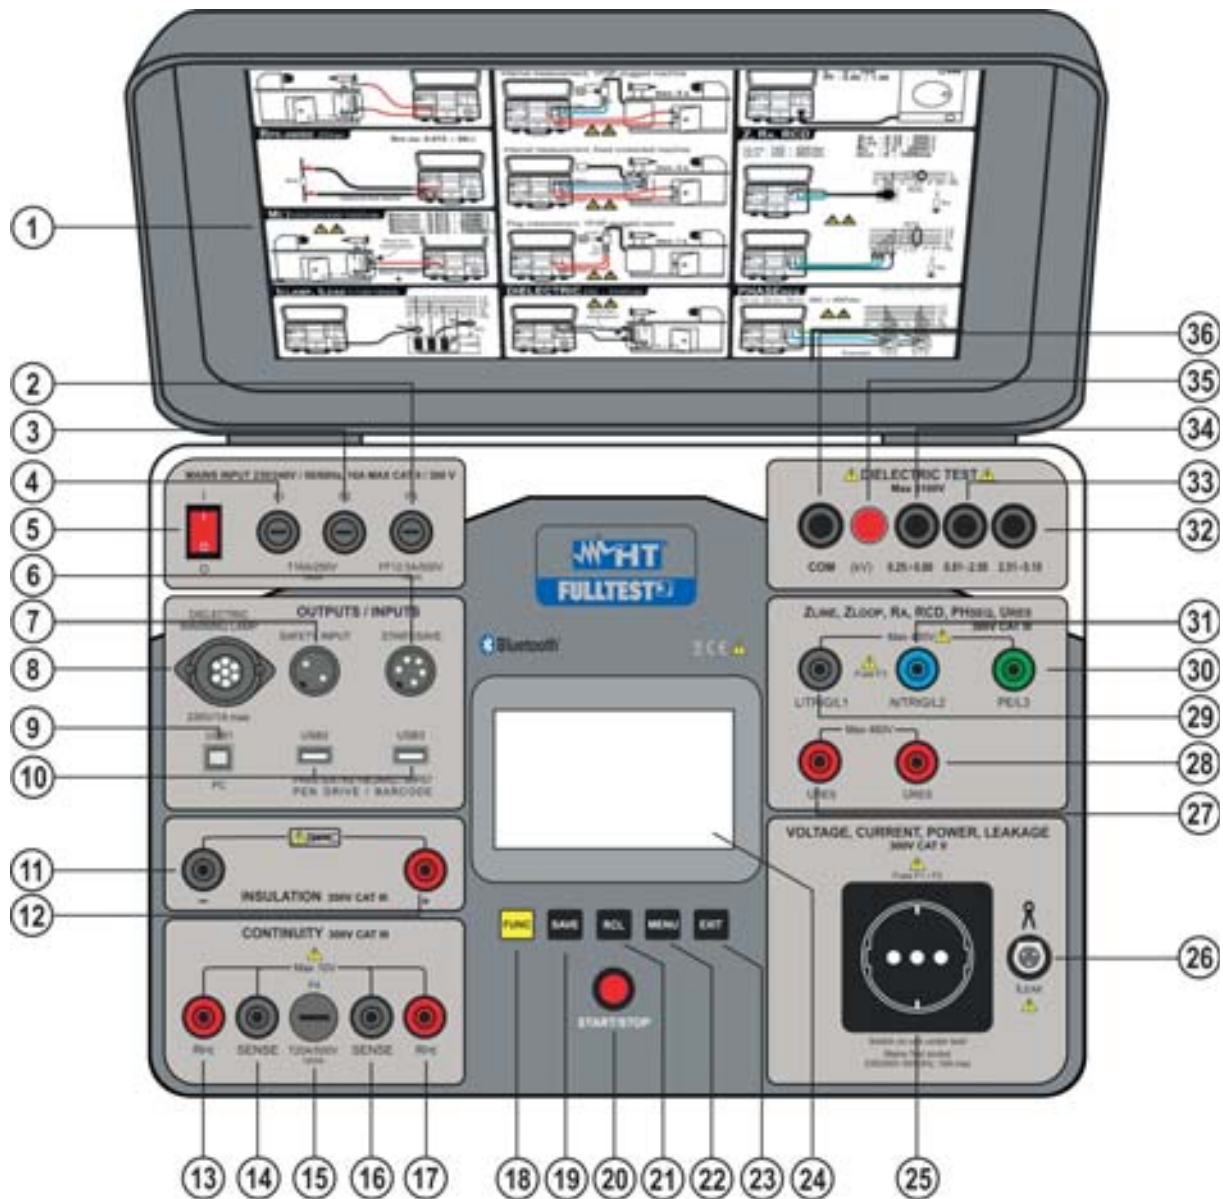

Fig. 2: Description de l'instrument
2. Allumez l'instrument à l'aide de la touche **ON/OFF** (voir Fig. 2 – partie 5)